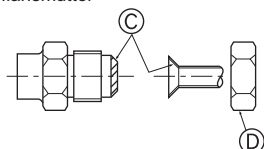

Fig. 4-2
Ⓐ (Fig. 4-2)
Ⓑ (Fig. 4-2)
4.2. Anslutningsrör (Fig. 4-2)